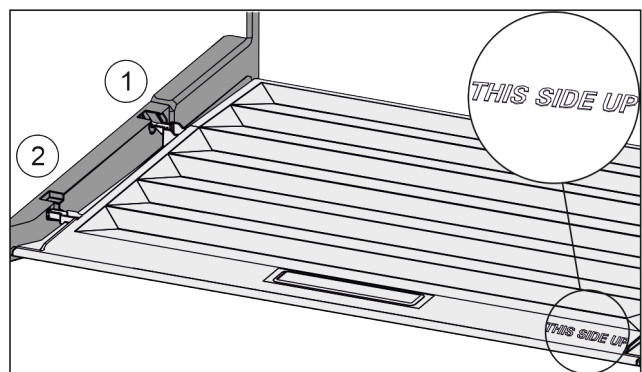

Fig. 70
- Deckelstege über Öffnung der hinteren Halterung Fig. 70 (1) einführen und vorne in Halterung Fig. 70 (2) einrasten.